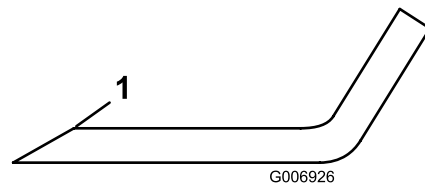

Figure 73
- Examinez les tranchants de toutes les lames. aiguiser-les s'ils sont émoussés ou ébréchés. N'affûtez que le haut du tranchant et conservez l'angle de coupe d'origine pour obtenir une coupe nette (Figure 73). Limez la même quantité de métal sur chacun des deux tranchants pour ne pas déséquilibrer la lame.